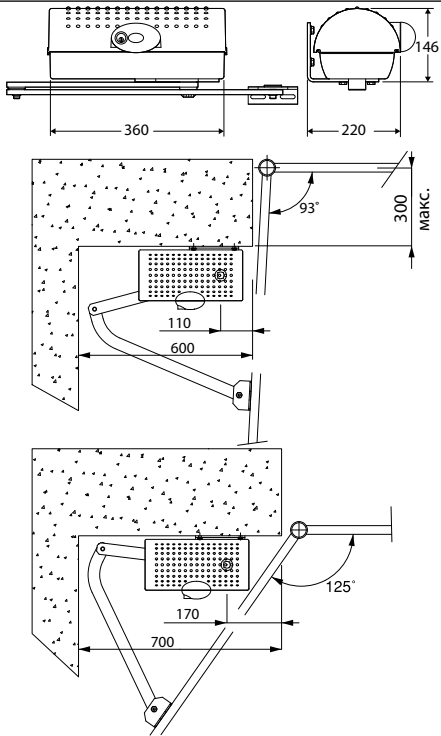
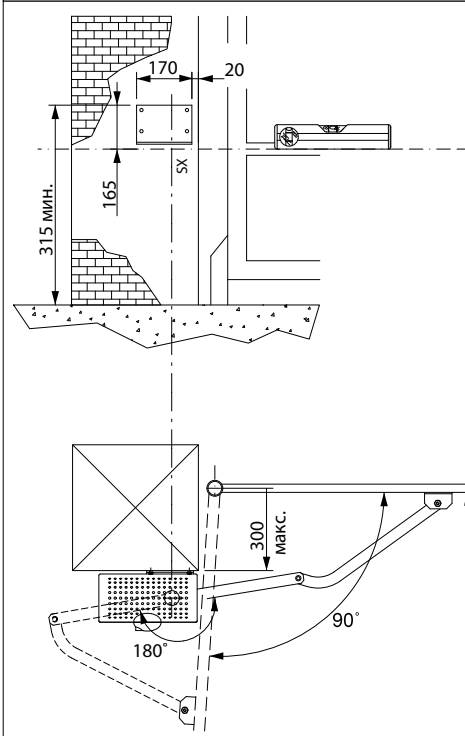
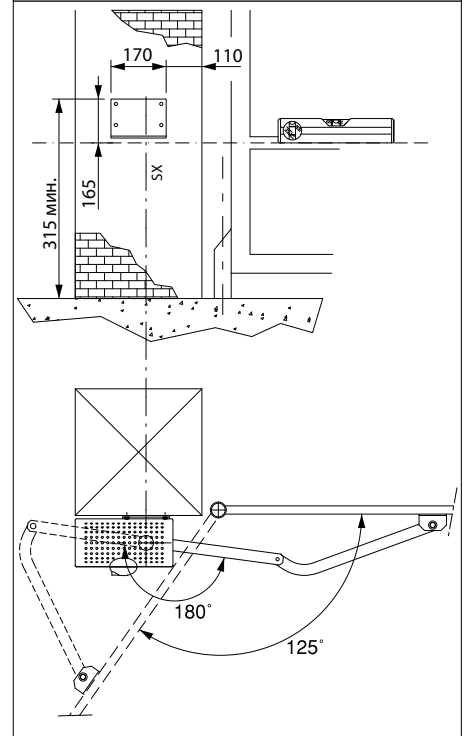

Рис. 2
Рис. 3
Рис. 4
### 5) КРЕПЛЕНИЕ ЗАДНЕГО КРОНШТЕЙНА (Рис.2).
- В комплекте привода имеется задний кронштейн и складной рычаг. Закройте ворота. От центра усиленного места створки ворот, проведите воображаемую горизонтальную линию до заднего кронштейна. Закрепите кронштейн соответственно значениям приведенным на Рис. 2, для открывания до 90°, или на Рис. 3, для открывания от 90° до 125° макс. Кронштейн должен быть закреплен горизонтально и перпендикулярно к створке ворот. Используйте для крепления к столбу дюбеля или анкерные болты. Если поверхность столба не ровная, используйте анкерные шпильки с гайками, чтобы можно было регулировать кронштейн (Рис. 4).